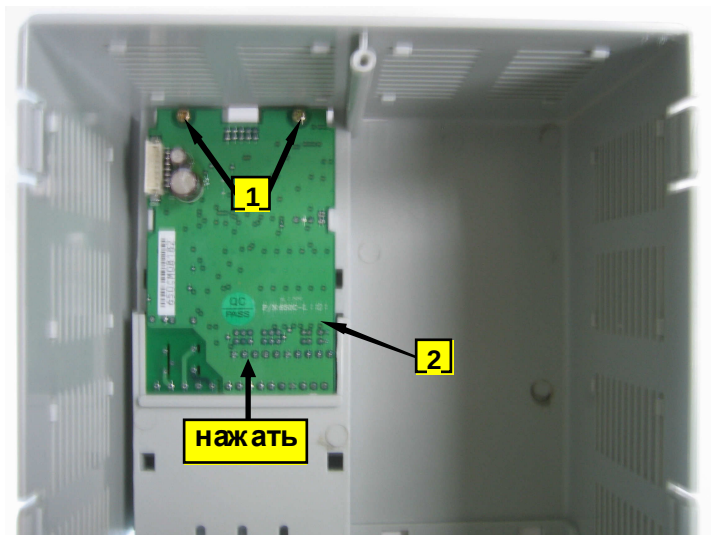

Рис. 6.8
(рис.6.8)
6.5.4. Нажать на нижнюю часть платы ЦП (рис. 6.8.) и извлечь ее.
7.6.1. Вставить плату ЦП «2» в верхнюю часть корпуса с внутренней стороны (рис. 6.8).
7.6.2. Закрепить плату ЦП «2» двумя винтами «1» (рис. 6.8).